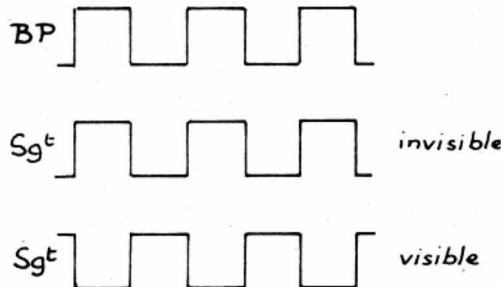

Fig. 3. — Le segment est visible si les signaux BP et Sg^t sont en opposition.
signal carré de back-plane et provoquant l'activation ou l'extinction des segments LCD. Nous rappelons que, pour exciter un segment, il faut l'attaquer par un signal carré de phase opposée à celle de celui qui attaque l'électrode commune arrière (BP). Au contraire, si ces deux signaux de segment et back-plane ont la même phase, le segment est invisible. (Voir fig. 3.)